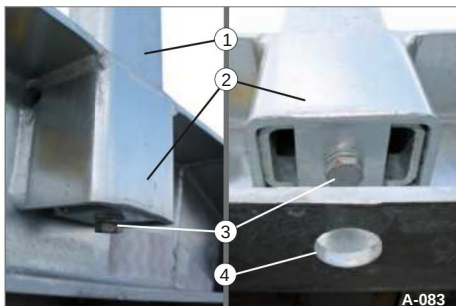

Bild 105 Sidostöd / loftsängsutrymme
• Sätt in stolpen (Bild 105/1) helt i stolpfickan (Bild 105/2). •
underifrån med skruv/brickor (Bild 105/3). • Kontrollera att stolpen